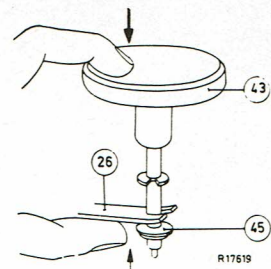

Fig. 17
1. Placer l'appareil dans la position "hors circuit" (voir fig. 17).